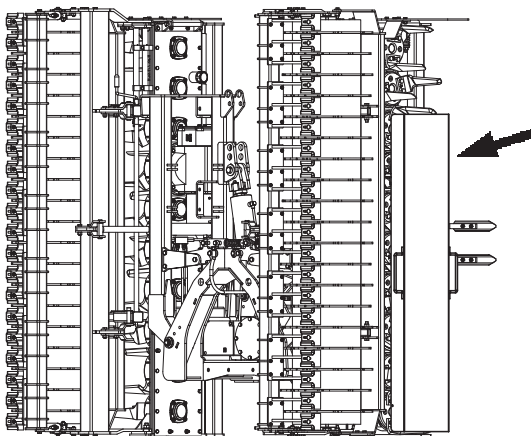

FIG. 23 Messerschutz
- Messerschutz für Maschine in Arbeitsstellung (Fig. 23)